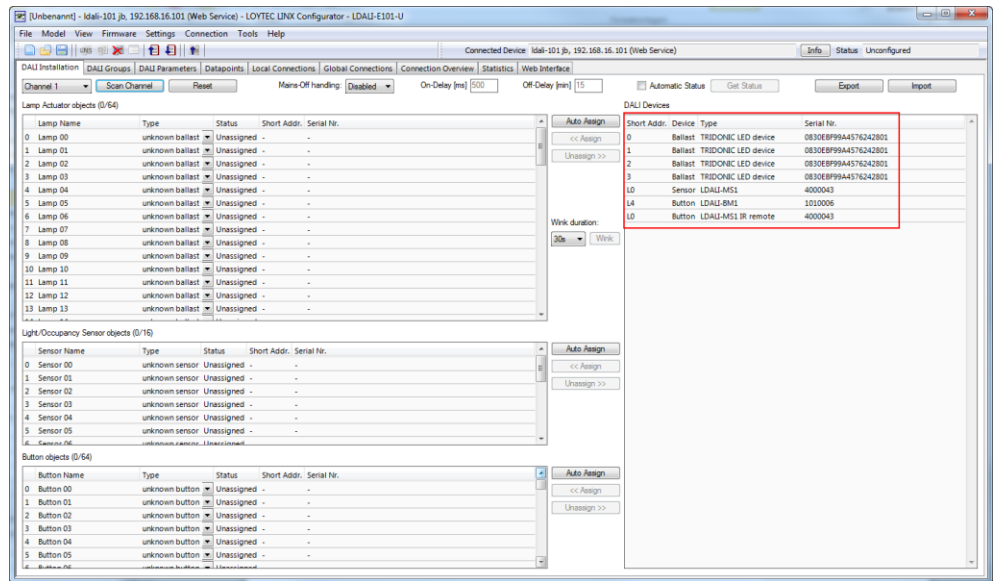

Abbildung 72: LINX Configurator Software, gefundene DALI Geräte.
3. Nun scannt der L-DALI den ausgewählten DALI Kanal. Nachdem der Scanvorgang beendet wurde werden alle gefundenen DALI Geräte angezeigt (siehe Abbildung 72). Sollte ein Fehler aufgetreten sein, finden Sie im LOYTEC Geräte Benutzerhandbuch [1] eine detaillierte Beschreibung der Fehlercodes.